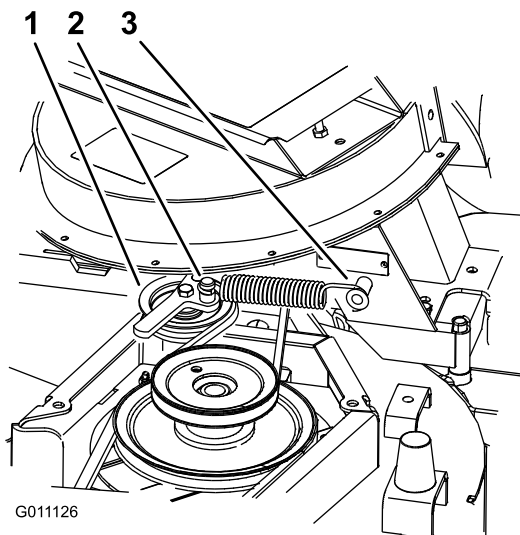

Figura 36
6. Instale el muelle según se muestra en Figura 36.